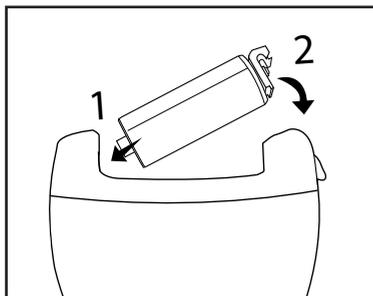

Figure 1
Pour mettre en place un embout émeri ③/⑩ (voir figure 1) :
- 1) Glissez l'embout émeri ③/⑩ avec l'axe d'entraînement ⑪ dans le logement de l'axe d'entraînement ⑨.
- 2) Appuyez l'autre côté de l'embout émeri ③/⑩ vers le bas. Veillez à ce que le verrouillage ② glisse et s'enclenche correctement dans le rail.